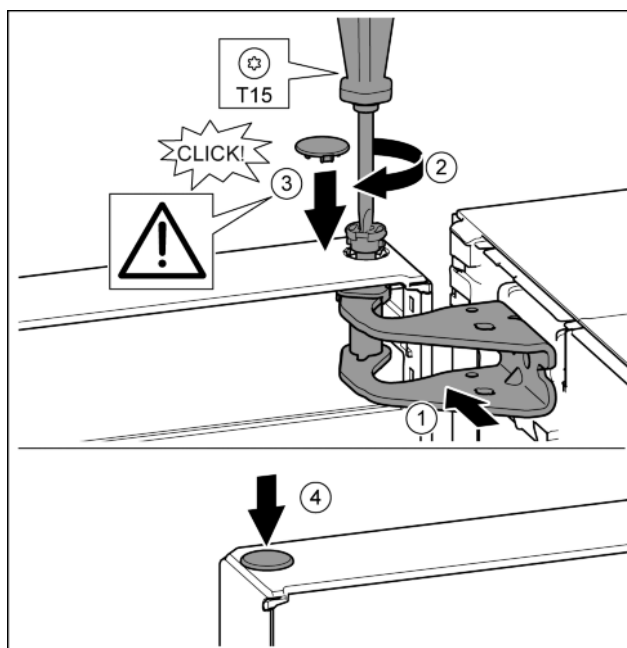

Fig. 20
- ▶ Wyrównać drzwi u góry względem otworu w płycie zawiasu. Fig. 20 (1)
- ▶ Założyć sworzeń i dokręcić śrubokrętem T15. Fig. 20 (2)
- ▶ Zamontować osłonę bezpieczeństwa w celu zabezpieczenia drzwi: Włożyć osłonę zabezpieczającą i sprawdzić, czy przylega ona do drzwi. Ponadto założyć cały sworzeń. Fig. 20 (3)
- ▶ Założyć zatyczkę. Fig. 20 (4)